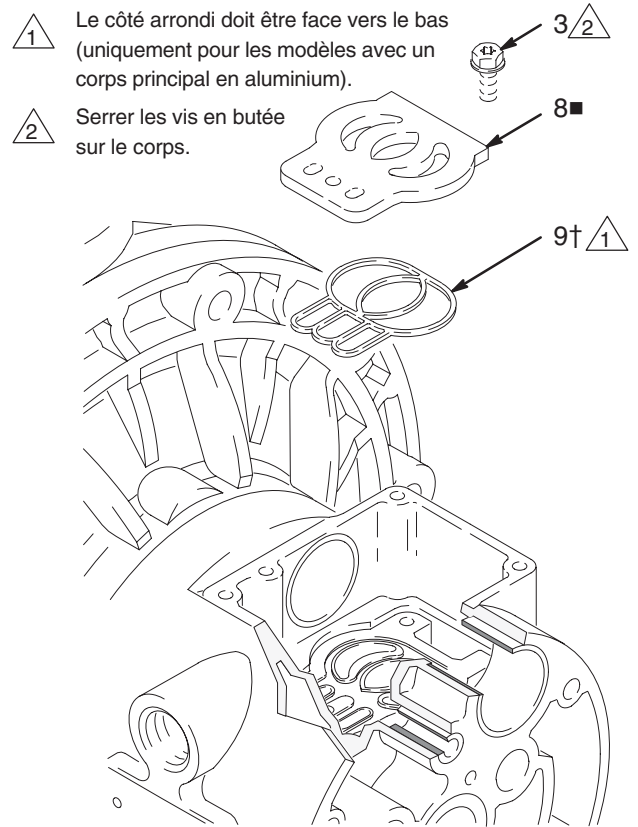

Fig. 10
5. Inspecter la plaque (8) de la vanne en place. Si elle est endommagée, utiliser un tournevis Torx (T20) ou une clé à douille de 7 mm pour déposer les trois vis (3). Retirer la plaque (8) et, sur les modèles avec un corps principal en aluminium, le joint (9†). Voir fig. 10.
2. Sur les modèles avec un corps principal en aluminium, insérer le joint (9†) de la plaque du tiroir de distribution dans la rainure située au fond du logement des vannes. La partie arrondie du joint **doit** être tournée **vers le bas** dans la rainure. Voir fig. 10.
3. Placer la plaque (8■) de la vanne dans le logement. Cette plaque est réversible sur les modèles avec un corps principal en aluminium, de sorte que les deux faces peuvent être tournées vers le haut. Reposer les trois vis (3) à l'aide d'un tournevis Torx (T20) ou d'une clé à douille de 7 mm. Serrer jusqu'à ce que les vis viennent en butée sur le corps. Voir fig. 10.